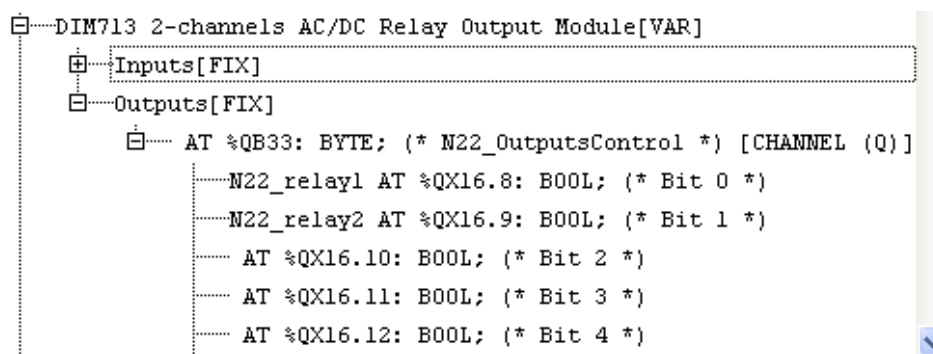

Рис. 13. Созданные символьные имена каналов модуля DIM713
1.5.7. Первые два бита данного элемента предназначены для управления 2-мя каналами релейной коммутации. Назначить им символьные имена **N22\_relay\_1** и **N22\_relay\_2** соответственно (рис. 13).